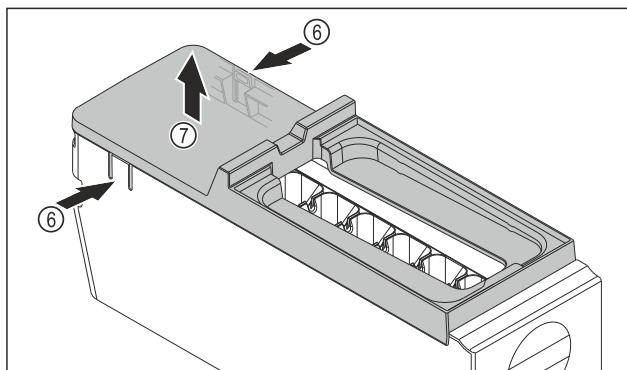

Fig. 80
- Снимите крышку корпуса EasyTwist-Ice: Надавите рукой на накладки Fig. 80 (6) с обеих сторон корпуса EasyTwist-Ice.
- Другой рукой снимите крышку Fig. 80 (7) по направлению вверх.